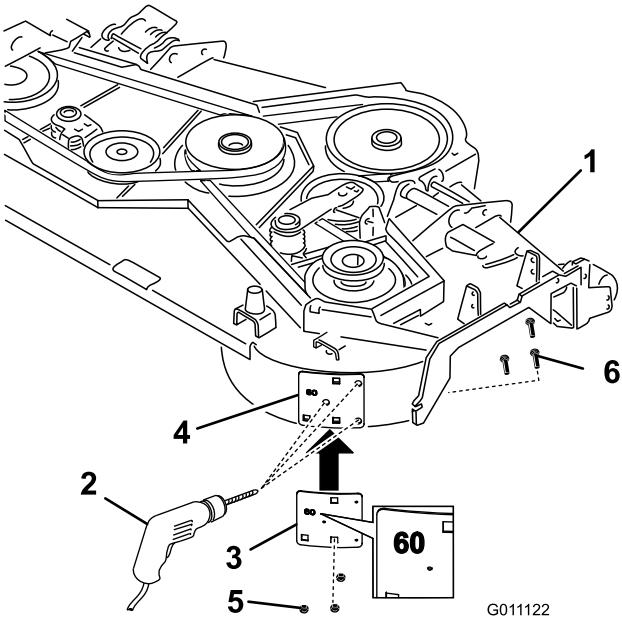

Figura 5
1. Installate il modello di metallo, con il numero 60, nel piatto di taglio con i bulloni a testa tonda e i dadi precedentemente rimossi, utilizzando i fori presenti nel piatto di taglio (Figura 5). Controllate che i bulloni a testa tonda e i dadi siano ben serrati e che il modello sia stretto contro il piatto di taglio.
2. Usate un punzone per segnare nuovi punti di foratura del piatto di taglio servendovi dei 3 fori del modello (Figura 5).
3. Togliete il modello di metallo e praticate tre fori pilota di 3 mm di diametro, con una punta da trapano affilata (Figura 5).
4. Praticate tre fori del diametro di 10 mm nei fori pilota con una punta da trapano affilata (Figura 5).